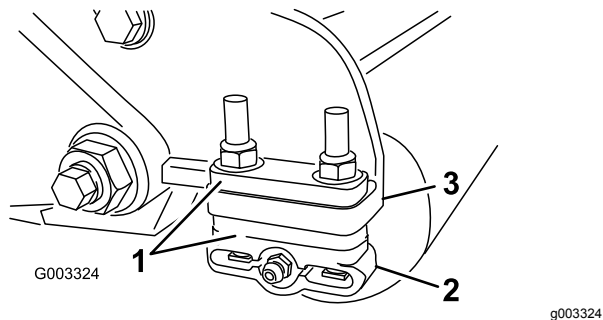

Figura 11
1. Regolate le staffe del rullo posteriore (Figura 11) all'intervallo dell'altezza di taglio desiderata posizionando la quantità necessaria di distanziali sotto la flangia di montaggio della piastra laterale (Figura 11) in base alla tabella dell'altezza di taglio; fate riferimento a Tabella altezza di taglio (pagina 13).